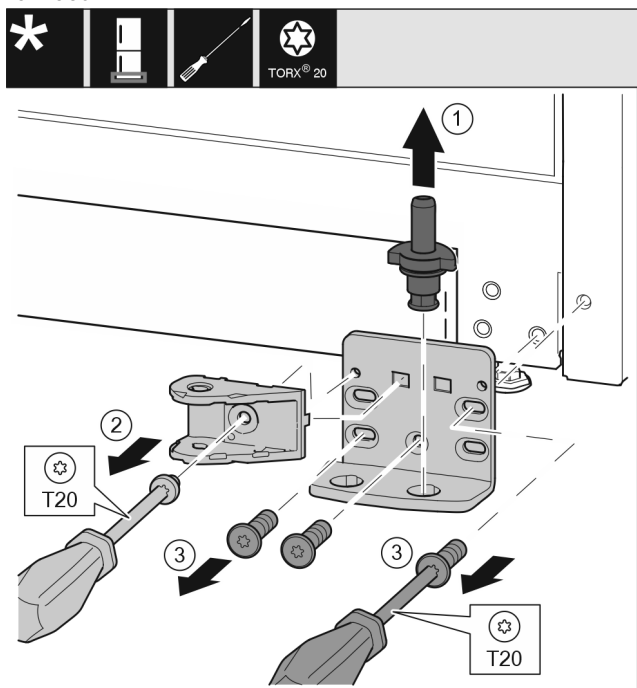

Fig. 44 *
- ▶ Wyjąć kompletny trzpień zawiasu Fig. 44 (1) w górę.*
- ▶ Wykręcić śrubę Fig. 44 (2) śrubokrętem i zdjąć połączenie amortyzatora zamykania.*
- ▶ Wykręcić śruby Fig. 44 (3) śrubokrętem i zdjąć płytkę zawiasu.*